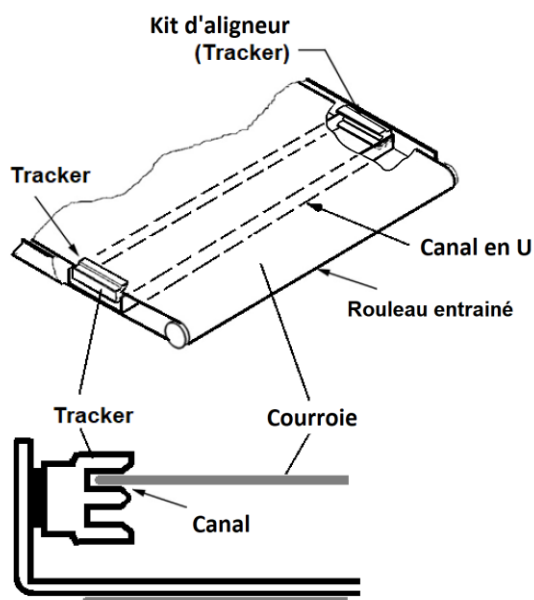

Figure 11-1: Dessous du convoyeur
6. Sur le dessous de la table du convoyeur, il y a des canaux en U soudés à la table. L'aligneur est positionné à l'intérieur du premier canal en U côté entrée de la ponceuse (Figure 11-1). Le dos de l'aligneur est aimanté et s'aimante contre la paroi de la table du convoyeur. N'installez pas l'aligneur si le bord de la courroie transporteuse est endommagé ou déchiré.